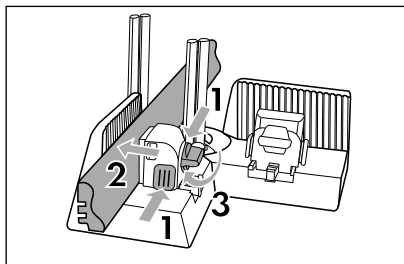

Fig. 8
- ◆ Țineți apăsat butoanele de eliberare ④ și glisați clema de tensionare ② pentru a așeza piesa de prelucrat din lemn.
- ◆ Așezați piesa de prelucrat din lemn între falca de fixare ③ și clema de tensionare ②. Asigurați-vă că piesa de prelucrat din lemn este ghidată pe lângă barele de ghidare ⑦ (a se vedea fig. 8).
- ◆ Țineți apăsat butoanele de eliberare ④ și deplasați clema de tensionare ② spre piesa de prelucrat din lemn. Eliberați butoanele de eliberare ④ când piesa de prelucrat din lemn este prinsă (a se vedea fig. 8).
- ◆ Pentru fixarea piesei de prelucrat, rotiți butonul de reglare ⑤ în sens orar (a se vedea fig. 8).